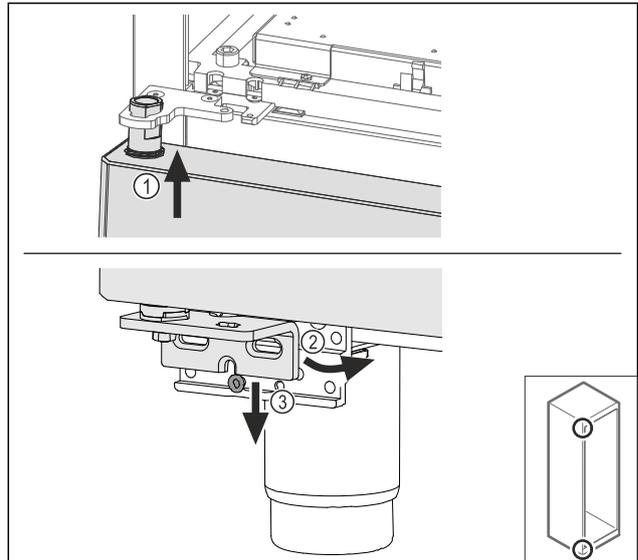

Fig. 64
- ▶ Tür leicht gekippt oben einfädeln Fig. 64 (1), Tür gerade ausrichten Fig. 64 (2) und unten auf die Lagerbockschraube Fig. 64 (3) aufsetzen.